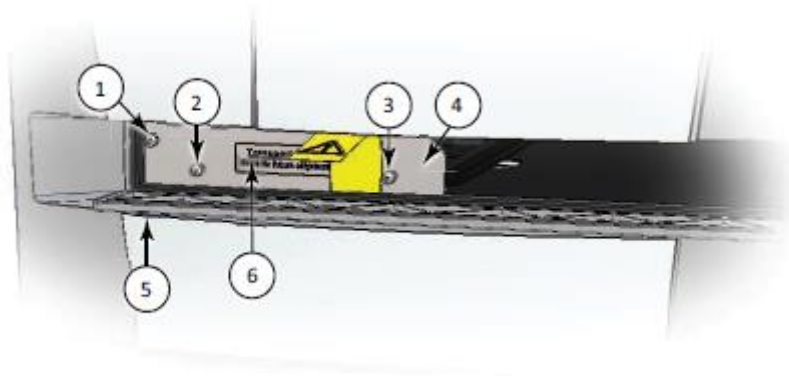

Figura 1: Posicionamento da trava da gaveta de microplacas.
8. Coloque a trava de transporte da gaveta da microplaca na extremidade esquerda da gaveta da microplaca. Conforme Figura 1.